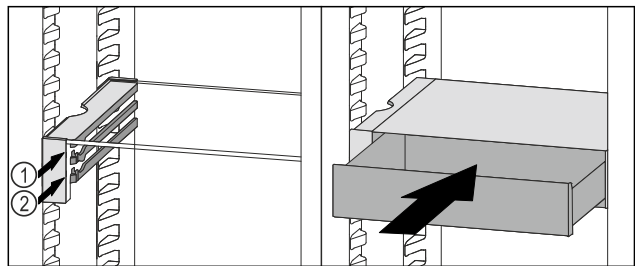

Fig. 183
- ▶ Установите выдвижной ящик VarioSafe за стопоры на требуемый выступ *Fig. 183 (1)* или *Fig. 183 (2)*.